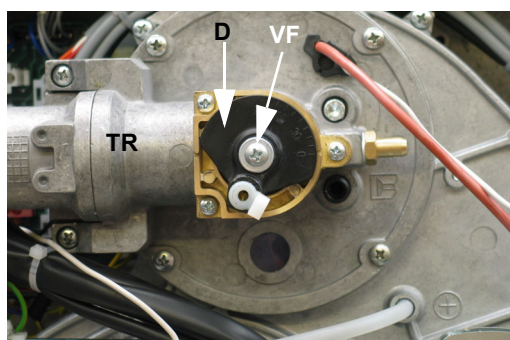

Fig. 13: Posición estándar
- 9 (Fig. 14) Girar el disco **D** que fija la válvula mariposa, procediendo como sigue Fig. 13.